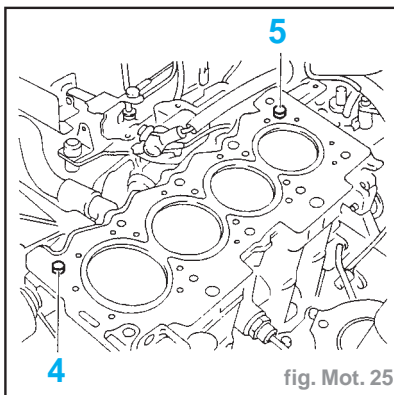

fig. Mot. 25
- Déposer les brides de maintien de chemises (1).
- Vérifier la présence des deux goupilles de centrage (4) et (5) (fig. Mot. 25).